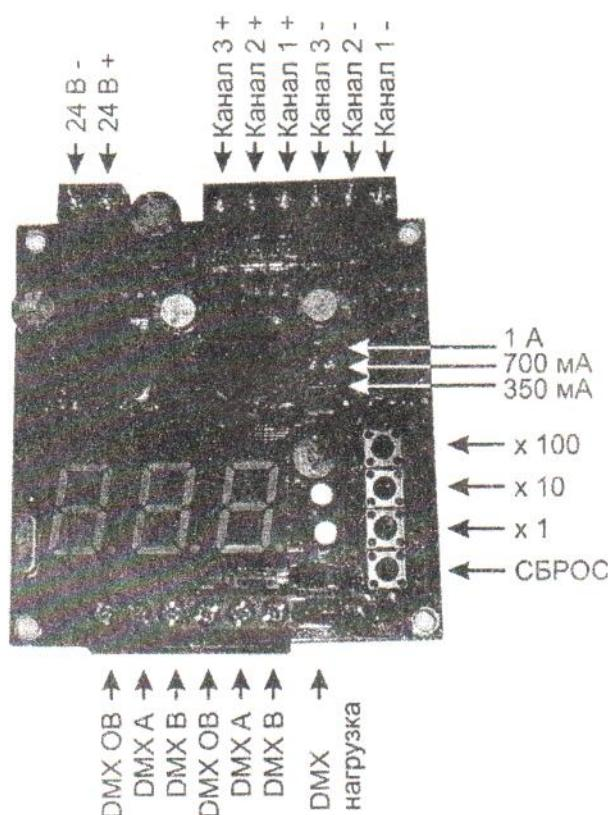

Рис.1 Общий вид устройства
Общий вид устройства показан на рис.1.
Данное устройство является трехканальным. С помощью перемычек "350mA", "700mA", "1A" (Рис. 1) устанавливается максимальное значение тока отдельно для каждого канала. Контроллер DMX позволяет регулировать
1. Установить перемычки на одно из значений "350mA", "700mA", "1A" (Рис. 1), учитывая допустимый ток светодиодных модулей.
2. Подключить светодиодные модули к каналам, соблюдая правильную полярность согласно Рис. 1.
4. Подать напряжение питания на выходы "24V -", "24V +", соблюдая правильную полярность согласно Рис. 1.